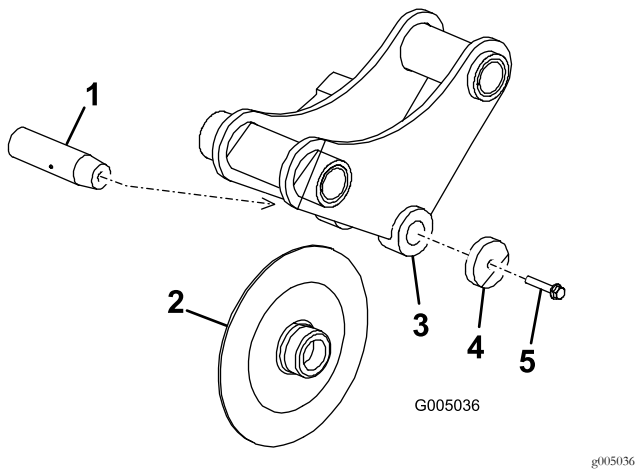

Bild 15
1. Schrauben Sie die Schraube des Bügelstifts ungefähr 1,3 cm heraus und schlagen Sie dann mehrmals mit dem Hammer darauf, um den Stift zu lösen (Bild 15).
2. Nehmen Sie Schraube des Bügelstifts, die Scheibe, den Bügel und den Bügelstift ganz ab (Bild 15).
3. Setzen Sie den neuen Bügel in die Bügelhalterung (Bild 15).
4. Schieben Sie den Bügelstift durch die Halterung und den Bügel und befestigen Sie ihn mit der Schraube des Bügelstifts und der Scheibe (Bild 15).